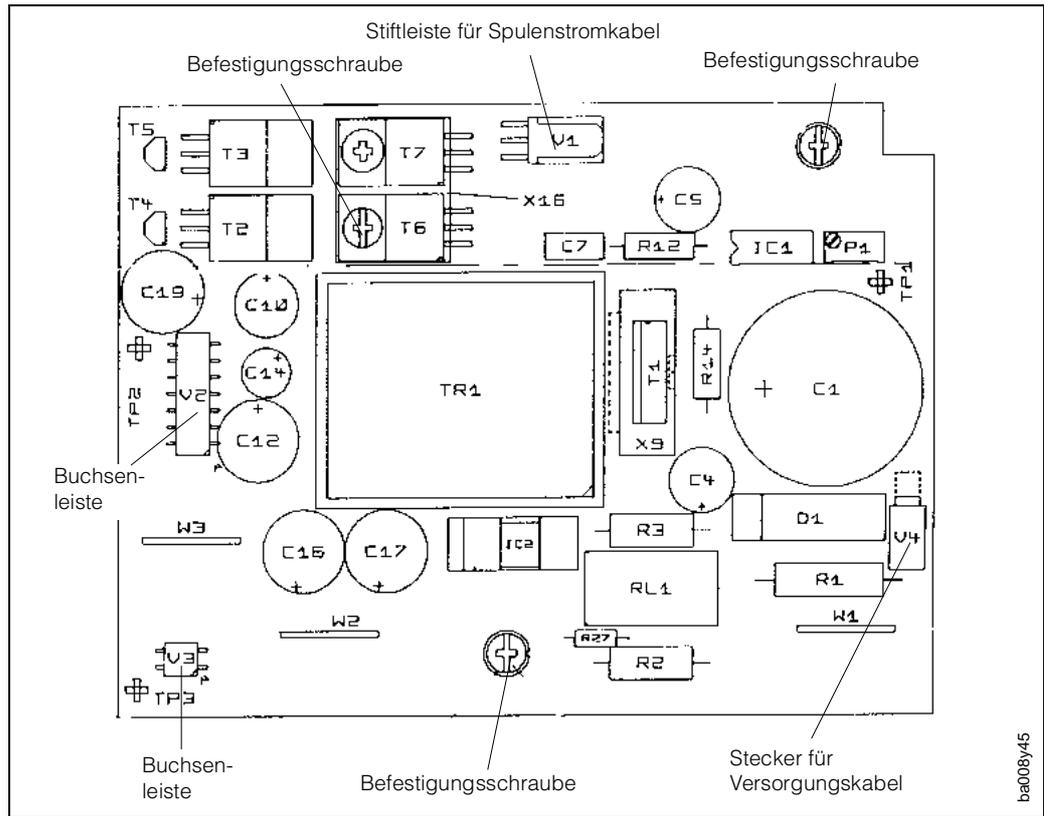

Abb. 43
4. Ziehen Sie die 2polige Steckverbindung des Versorgungskabels durch gleichzeitiges Drücken der Verriegelung von der Netzteilplatine ab (s. auch Abb. 43 V4).
7. Spulenstromkabel-Stecker von der Netzteilplatine abziehen (s. auch Abb. 43: V1).